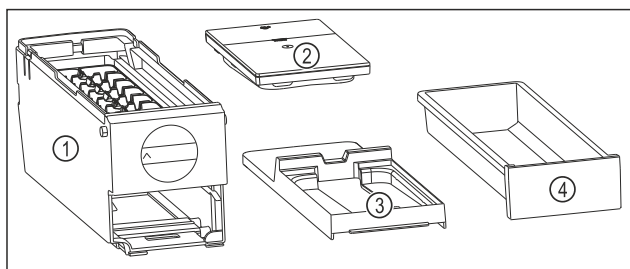

Fig. 123 Componenti dell'EasyTwist-Ice
- L'EasyTwist-Ice è scomposto in quattro parti. (vedere Fig. 123)
- Smontare l'EasyTwist-Ice scomponendo solo gli elementi rappresentati in figura. (vedere Fig. 123)
- Pulire l'intero corpo dell'EasyTwist-Ice Fig. 123 (1).